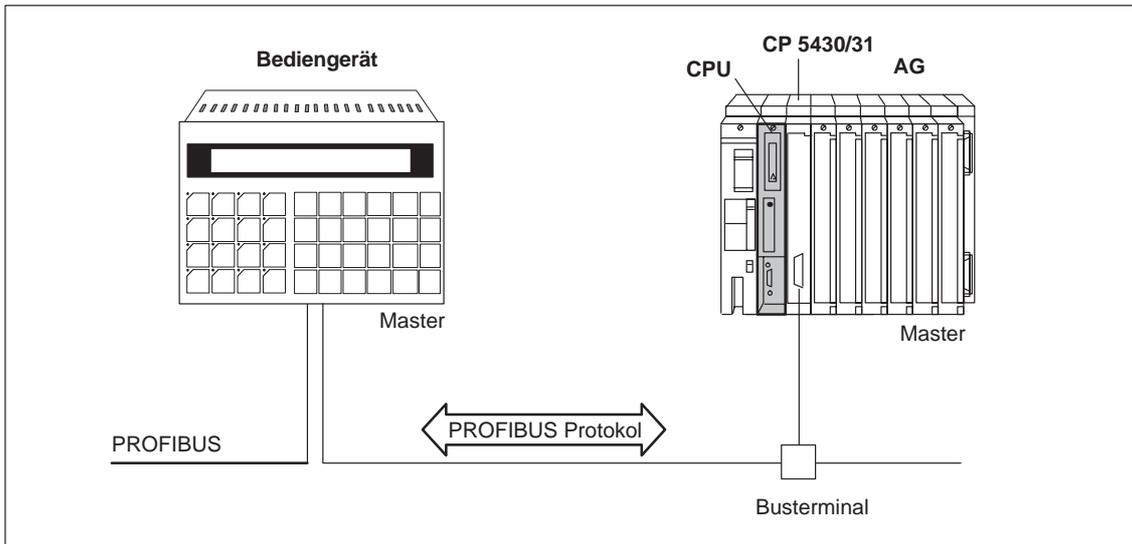

Bild 1-5 PROFIBUS Kopplung
**Anschluß** Die Bediengeräte TD10, TD20 und OP20 werden über das PROFIBUS Schnittstellenmodul mit speziellem PROFIBUS Stecker an den PROFIBUS angeschlossen (Bild 1-5).